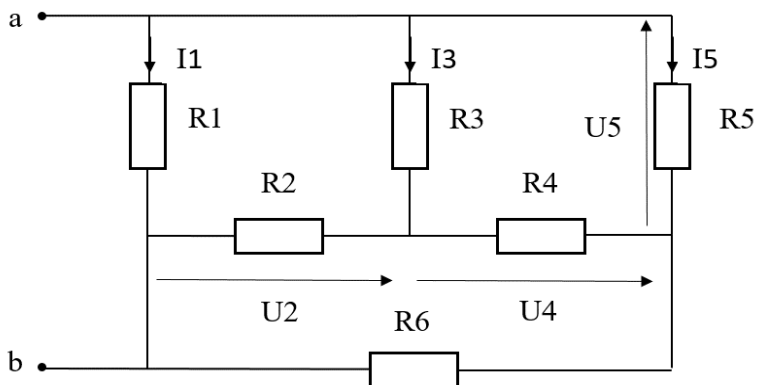

Рис.3.1 Схема для дослідження
1.3 На лабораторному стенді скласти електричне коло за схемою, приведеною на рис. 3.1.
2.2 Виходячи з умови, що до кола, зображеного на рис. 3.1, на точки а,в подається постійна напруга величиною 3 В, опори резисторів рівні даним, вказаним в колонці «Обчислені величини», обчислити напруги  $U_2$ ,  $U_4$ ,  $U_5$  та струми  $I_1$ ,  $I_3$ ,  $I_5$ . Обчислення провести з точністю до  $10^{-3}$ . Обчислені дані занести в таблицю.
1.1. В програмному середовищі Multisim скласти електричне коло за схемою, приведеною на рис.3.1.
2.2 Виходячи з умови, що до кола, зображеного на рис. 3.1. на точки  $a, b$  подається постійна напруга величиною 3 В, опори резисторів рівні даним, вказаним в табл. 3.2, обчислити напруги  $U_1$ ,  $U_2$  та струми  $I_1$ ,  $I_2$ ,  $I_3$ . Обчислення провести з точністю до 10-3. Обчислені дані занести в таблицю.